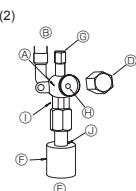

Fig. 5-6
(2) Duju pusė (Fig. 5-6)
- ① Nuimkite dangtelį ir iki galio 4 mm šešiakampiu raktu sukite vožtuvu trauklę prieš laikrodžio rodyklę. Jam stuktelėjus į stabdiklį, sustokite.